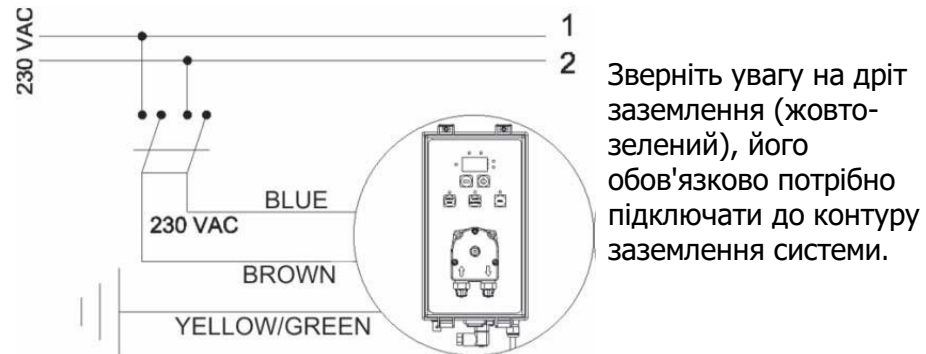

Рис. 2
1. Від'єднати вилку кабелю електроживлення від електричної розетки 220V або вимкнути живлення двополюсним вимикачем з мінімальною відстанню між контактами 3 мм (Рис. 2).
1. Від'єднати ПІНИ від електричної розетки або вимкнути живлення двополюсним вимикачем з мінімальною відстанню між контактами 3 мм (Рис. 2)
(Рис. 2)